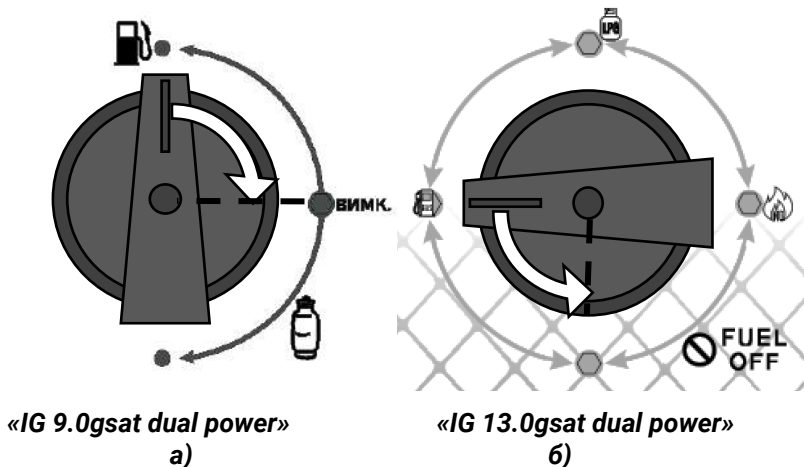

Рисунок 9. Схема роботи перемикача пуску під час зупинки двигуна на бензині.
4. Повернути перемикач пуску в положення «ВІМК.»: напрямок повороту для моделі «IG 9.0gsat dual power» показано на рис. 9 а, а для моделі «IG 13.0gsat dual power» – на рис. 9 б. При цьому паливний кран буде закритий автоматично.